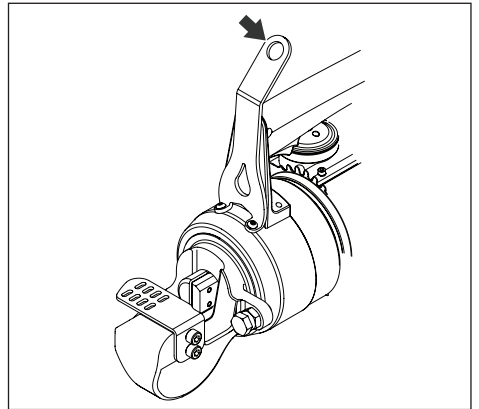

图 6，吊钩（可选配件）
- 如果使用机械手段来提起或支撑切断机，仅可使用 Enerpac 吊钩套件中的吊钩来进行。参见图 6。如果并未随切断机购买这一选购配件，可从 Enerpac 授权经销商处购得。始终使用具有足够起吊能力的设备进行吊运。